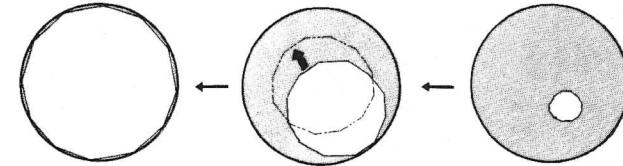

Abb. 8
b) Drehen Sie die Revolverschleife des Kondensors bis die Markierung "10" auf dem Zentriereferrnrohr in die Mitte des Schaffeldes (Abb. 8). Wenn die Abbildung der Phasenkontrastobjekte Lox in den Strahlengang einschwenken.
g) Nun öffnen Sie die Leuchtfeldblende bis an einiger Stelle die Blinde-grenzung erreicht wird. Mit den beiden Zentriereferrnrohren bringen Sie die Blenden in die Mitte des Schaffeldes (Abb. 8). Wenn die Abbildung der Phasenkontrastobjekte Lox in den Strahlengang verschieben.